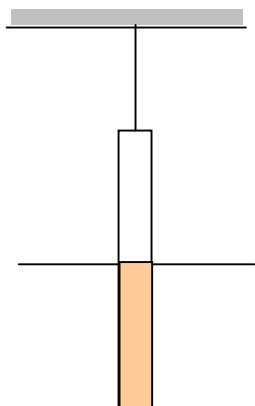

Figura 4
- 3) Una barra uniforme AB de 3,00 m de longitud y de masa 15,0 kg, está sujetada desde el extremo B por una cuerda. Como lo muestra la figura 4, la barra flota en forma vertical con la mitad de su longitud sumergida en el agua.